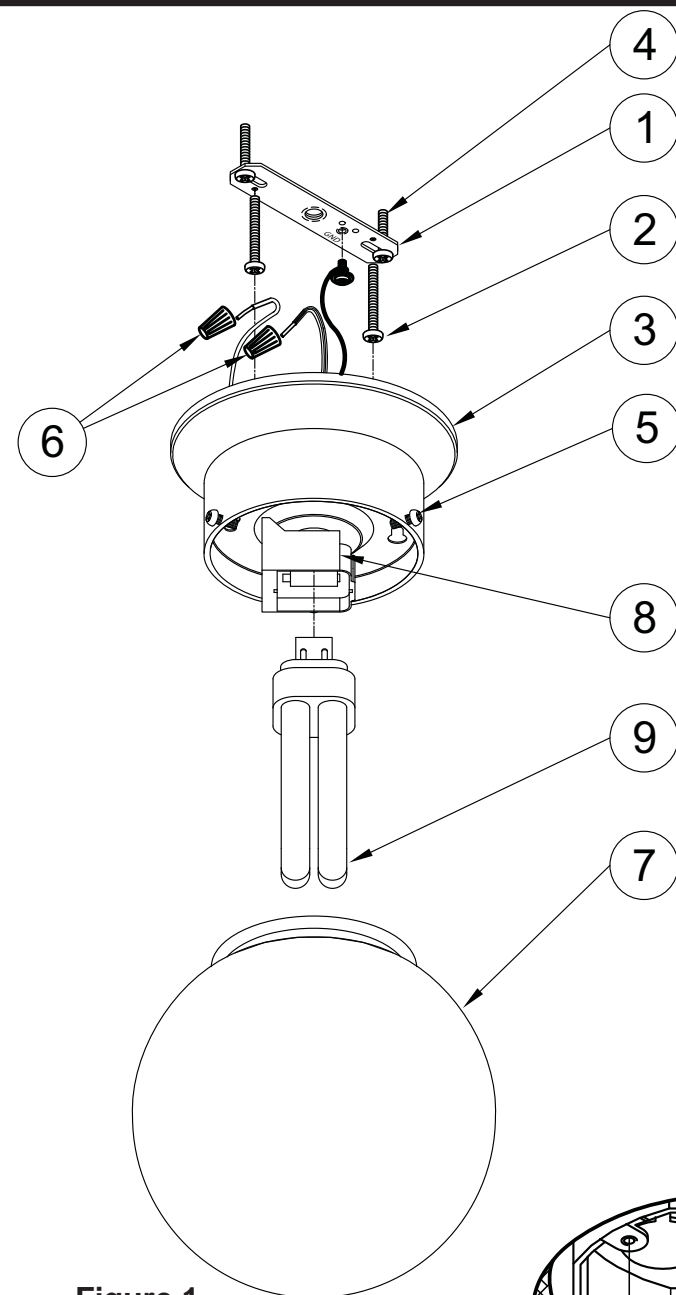

Figure 1
5. Utiliser les serre-fils pour connecter le fil noir de l'appareil au fil noir d'alimentation et le fil blanc (neutre) de l'appareil au fil blanc d'alimentation. Voir la figure 1.
7. Placer le boîtier de l'appareil sur la boîte de jonction, aligner les fentes en trou de serrure du boîtier du luminaire sur les vis dépassant de la traverse installée sur la boîte de jonction. Pivoter le boîtier pour situer les vis dans les fentes, puis serrer les vis pour fixer le boîtier au plafond. Voir la figure 1.
9. Pour installer le diffuseur, desserrer les (3) vis à serrage à main situées sur le pourtour du boîtier. Soulever le diffuseur et le placer, puis fixer en serrant les vis à serrage à main. Voir la figure 1.
2. **With the power turned off, install Crossbar (1)** to junction box with four 1" Screws passing through the slots in Crossbar. (Head of green screw should face downward). **See Fig 1.**
5. **Use Wirenuts (6) to connect** the black fixture wire to the black power supply wire and the white (*neutral*) fixture wire to the white power supply wire. **See Fig 1.**
6. **Hold Fixture Housing (3) in one hand and with the other hand position wires up into junction box.**
7. **Position Fixture Housing over junction box**, aligning keyholes in Fixture Housing with Screws extending from the Crossbar previously mounted to the junction box. Rotate the housing to locate the Screws in the slots and tighten Screws to secure the housing against ceiling. **See Fig 1.**
8. **Install Lamp by aligning pins at base of Lamp** with holes in Lampholder (8) and gently push until secure.
9. **To install Diffuser (7)**, loosen Thumb Screws (5) on perimeter of housing. Lift Diffuser in position and secure by tightening Thumb Screws. **See Fig 1.**
2. Con la corriente eléctrica desconectada, instale la barra transversal a la caja de ensambladura con (2) tornillos de 1" insertándolos a través de las ranuras de la barra transversal. (Cabeza del tornillo verde debe mirar hacia abajo.) **Vea Fig. 1.**
5. Use Capuchones de Alambres para conectar el alambre negro de la luminaria al alambre negro suplidor de electricidad y el alambre blanco (neutral) de la luminaria al alambre blanco suplidor de electricidad. **Vea Fig. 1.**
7. Coloque caja de la luminaria sobre la caja de ensambladura alineando los agujeros de la caja de la luminaria con los tornillos que extienden de la barra transversal previamente montados a la caja de ensambladura. Gire la caja de la luminaria hasta localizar los tornillos en las ranuras y apriete los tornillos para asegurar la caja de la luminaria contra el techo. **Vea Fig. 1.**
9. Para instalar el Difusor, afloje los (3) tornillos manuales en el perímetro de la caja de la luminaria. Levante el difusor en posición y asegure apretando los tornillos manuales. **Vea Fig. 1.**